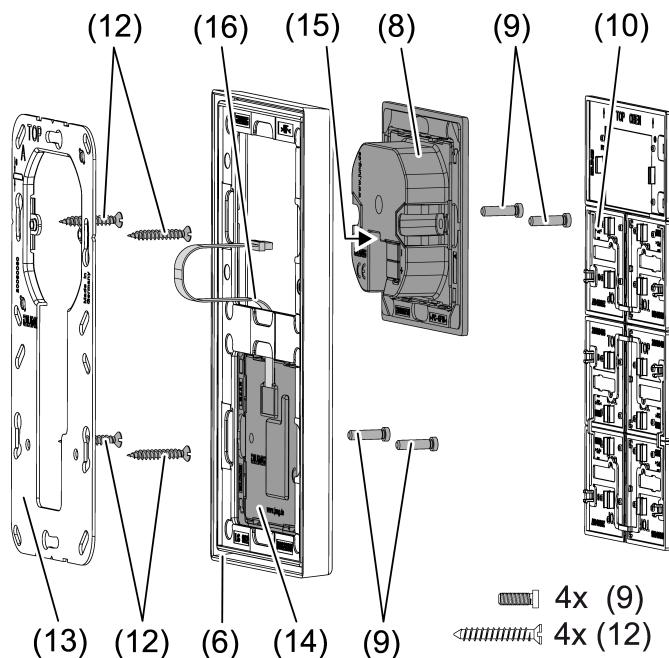

Bild 3: Montage mit Tastsensor-Erweiterungsmodul
Bei Verwendung des Tastsensor-Erweiterungsmoduls (siehe Bild 3): Bevorzugte Montage senkrecht. Großen Tragring (13) verwenden. Bei Montage auf nur einer UP-Dose die unteren Schrauben in der Wand versenken, z. B. mit Bohrung ø 6 x10 mm. Tragring als Schablone verwenden.
- Tragring (5) bzw. (13) lagerichtig auf eine Gerätedose montieren. Kennzeichnung **TOP** = oben beachten; Kennzeichnung A oder B vorne. Ausschließlich die beiliegenden Doseschrauben (12) verwenden.
- Rahmen (6) auf Tragring stecken.
- Tastsensor-Erweiterungsmodul (14) vorzugsweise unterhalb montieren. Anschlussleitung (16) zwischen Tragring und Zwischensteg führen.
- Tastsensor-Erweiterungsmodul: Anschlussleitung (16) lagerichtig in Steckplatz (15) im Regler-Modul einsetzen. Anschlussleitung nicht quetschen (siehe Bild 3).
- Regler-Modul (8) mit KNX-Anschlussklemme (11) an den KNX anschließen und auf den Tragring stecken.
- Regler-Modul (8) und Tastsensor-Erweiterungsmodul (12) mit beiliegenden Kunststoffschrauben (8) am Tragring befestigen. Die Kunststoffschrauben nur leicht anziehen.
- Vor Montage der Bedienflächen (10) die physikalische Adresse in das Gerät laden (siehe Kapitel 5.2. Inbetriebnahme).